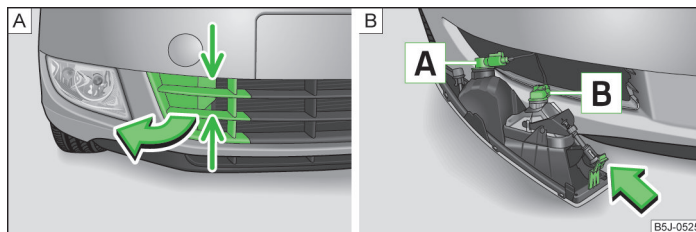

Fig. 160 Bara de protecție față: Grilaj de protecție/demontarea proiectoarelor de ceață
Disponerea becurilor » fig. 160.
- > Prindeți grilajul de protecție în pozițiile marcate cu săgeți » fig. 160 - și scoateți capacul.
- > Introduceți mâna în orificiul grilajului de protecție și apăsați elementul de fixare » fig. 160 - în sensul indicat de săgeată.